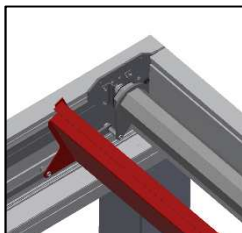
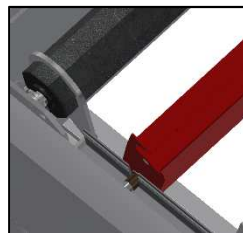

Abbildung 82
Abbildung 83
- » Hängen Sie die erste Lamelle mit der Lamellenachse und der aufgesteckten Bundbuchse im Lamellenträgerprofil ein (Abbildung 82 und Abbildung 83)